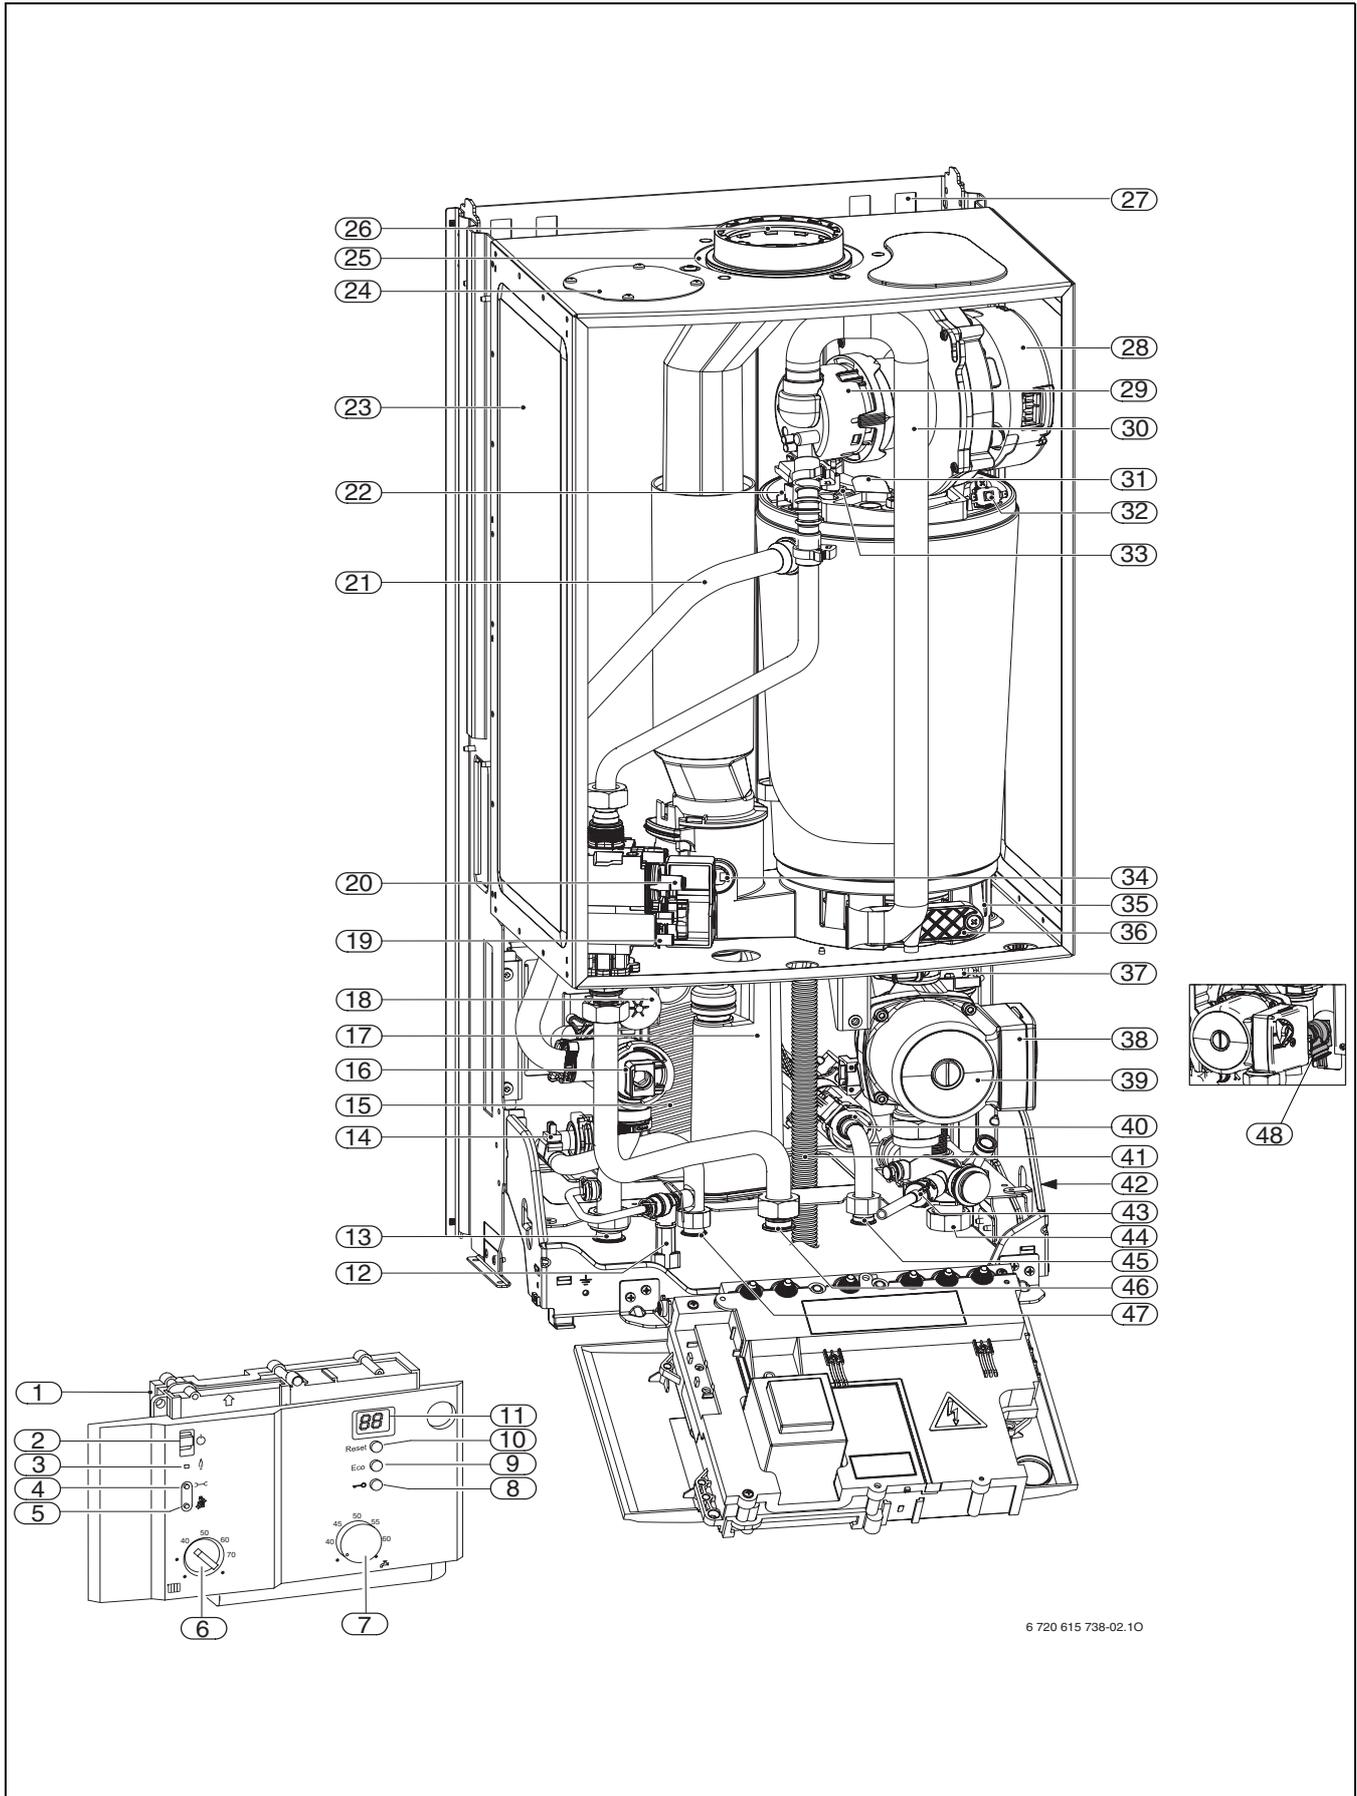

Fig. 3
La targhetta identificativa (418) si trova in basso a destra sulla traversa (→ fig. 3).